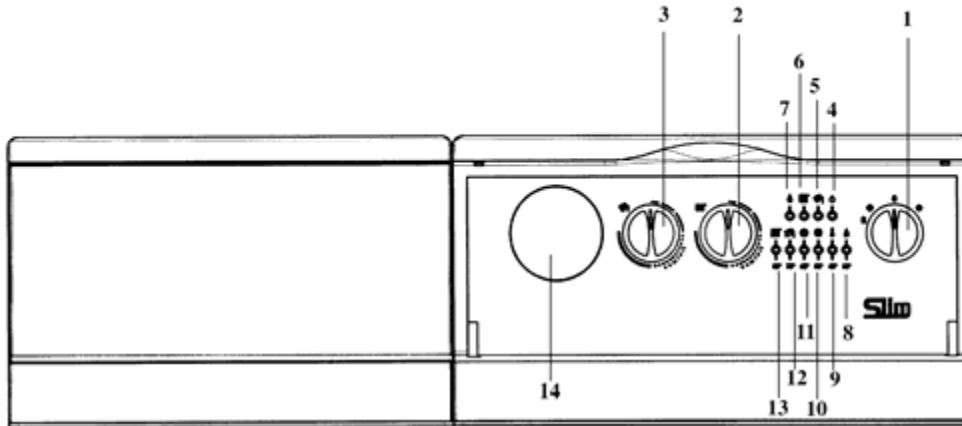

Рис. 1: Панель управління котла
- встановити перемикач режимів «літо -зима» (Рис. 1, позиція 1) у потрібний режим;
- встановити регулятор температури води в системі опалювання (рис.1, позиція 2) на потрібне значення;
- встановити регулятор температури води в бойлері (рис.1, позиція 3) на потрібне значення;
Режим роботи в системі ГВП може бути виключений шляхом установки регулятора температури води в бойлері (рис.1 позиція 3) на мінімальне значення, необхідне для захисту бойлера від замерзання.
**Важлива інформація:** при перемикачі режимів «літо - зима» (Рис. 1, позиція 1), встановленому в положенні «зима» ❄️ перед кожним черговим включенням котла за сигналом регулятора системи опалювання встановлена затримка на декілька хвилин (для того, щоб уникнути частих включень/виключень). Для того, щоб пальник включився відразу, переведіть перемикач в положення (0), а потім знову встановіть режим «зима».
- встановити перемикач режимів літо-зима (рис.1, позиція 1), в положення “літо”;
- встановити регулятор температури води в бойлері (рис.1, позиція 3) на потрібне значення.
**Увага!** При першому включенні всередині труби подачі газу можуть утворитися повітряні пробки. У таких випадках пальник не включатиметься і відбудеться блокування котла по газу (спалахує червона лампочка блокування котла - Рис. 1, позиція 8). При виникненні даної проблеми повторіть процес включення котла до надходження газу в пальник, короткочасно встановивши перед включенням перемикач режимів (Рис. 1, позиція 1) в положення **R** (скидання).
Даний пристрій може бути забезпечений кімнатним термостатом для контролю температури опалювального приміщення. В цьому випадку регулятор температури води в системі опалювання (рис.1, поз. 2) встановлюється в максимальне положення, а сигнали на включення і виключення котла поступають від кімнатного термостата.
За відсутності кімнатного термостата температура приміщення регулюється непрямым чином за допомогою регулятора температури води в системі опалювання (рис.1, поз. 2); за таких умов насос системи опалювання працює постійно. Для збільшення температури повернути регулятор за годинниковою стрілкою, для зменшення - проти годинникової стрілки.
Встановити перемикач режимів (Рис. 1, поз. 1) в положення «літо» ☀. В цьому випадку котел працюватиме тільки на контур ГВП.
- Встановити перемикач режимів (Рис. 1, поз. 1) в положення (0), прослідкувавши, щоб лампочка-індикатор (Рис. 1 позиція 2) згасла; таким чином припиняється подача електрики на котел.
Регулятор температури води в бойлері (Рис. 1, поз. 3) може використовуватися тільки за наявності накопичувального бойлера. В цьому випадку можливо відрегулювати температуру води контуру ГВП, встановивши регулятор на потрібне значенні.
Пріоритет ГВП можна відключити встановивши регулятор (Рис. 1, поз. 3) на мінімальне значення відповідно до функції захисту від замерзання води в бойлері.
- перемикач режимів (рис.1, позиція 1) не встановлений в положення (0);
Якщо Ви не хочете нагрівати воду в бойлері, переведіть регулятор температури гарячої води (рис.1, позиція 3) на мінімальне значення (0); електронна система управління простежить за тим, щоб температура не опускалася нижче 5°C.